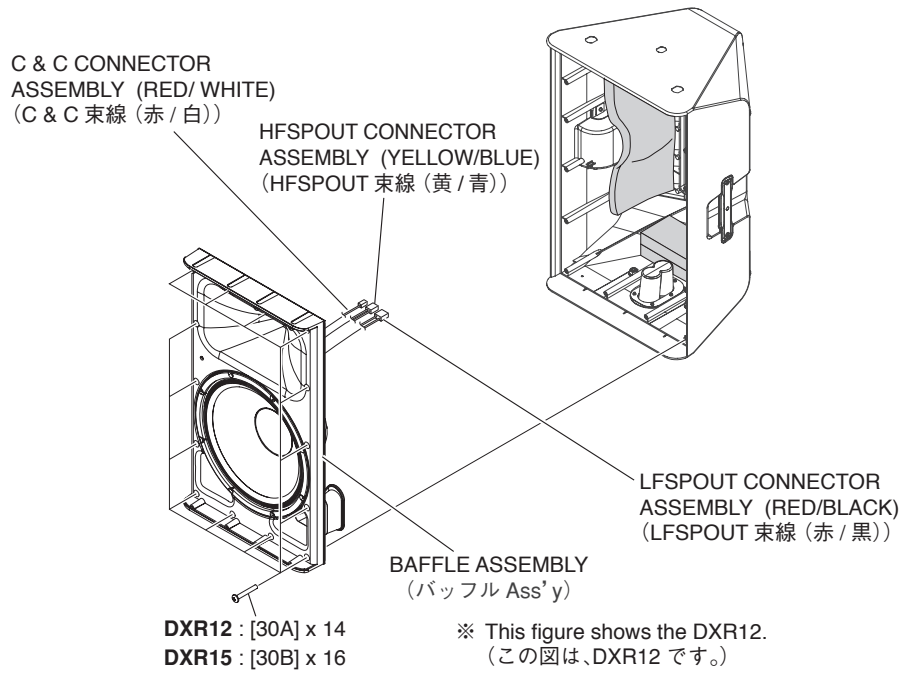
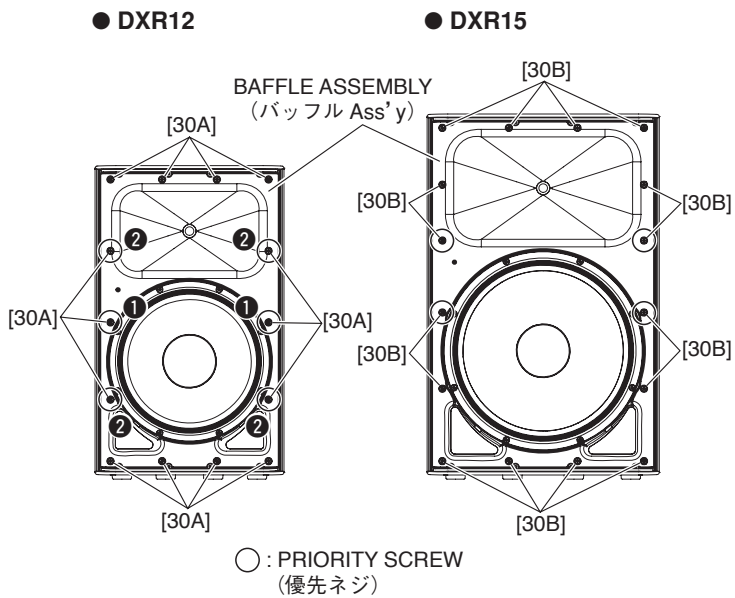

Fig. B-5 (図B-5)
Fig. B-6 (図B-6)
Remove the fourteen (14) screws marked [30A]. The baffle assembly can then be removed. (Fig. B-5, Fig. B-6)
Remove the sixteen (16) screws marked [30B]. The baffle assembly can then be removed. (Fig. B-5, Fig. B-6)
When installing the baffle assembly, first tighten the six (6) priority screws in order as shown in Fig. B-6.
When installing the baffle assembly, first tighten the four (4) priority screws as shown in Fig. B-6.
B-3-3 Disconnect the connectors of the LFSPOUT connector assembly (red/black), HFSPOUT connector assembly (yellow/blue) and C&C connector assembly (red/white) from the amp assembly. (Fig. B-5, Photo B-1)
* **Take care not to open the baffle assembly too wide or these connector assemblies may be damaged. (Fig. B-5, Photo B-1)**
[30A] のネジ 14 本を外して、バッフル Ass'y を外します。(図 B-5、図 B-6)
[30B] のネジ 16 本を外して、バッフル Ass'y を外します。(図 B-5、図 B-6)
バッフル Ass'y を取り付けるときは、優先ネジ 6 本を図に示す順番で先に締めてください。(図 B-6)
バッフル Ass'y を取り付けるときは、図に示す優先ネジ 4 本を先に締めてください。(図 B-6)
B-3-3 アンプ Ass'y から LFSPOUT 束線 (赤 / 黒)、HFSPOUT 束線 (黄 / 青)、C&C 束線 (赤 / 白) のコネクタを外します。(図 B-5、写真 B-1)
※ バッフル Ass'y を開きすぎて、これらの束線を傷めないように注意してください。(図 B-5、写真 B-1)